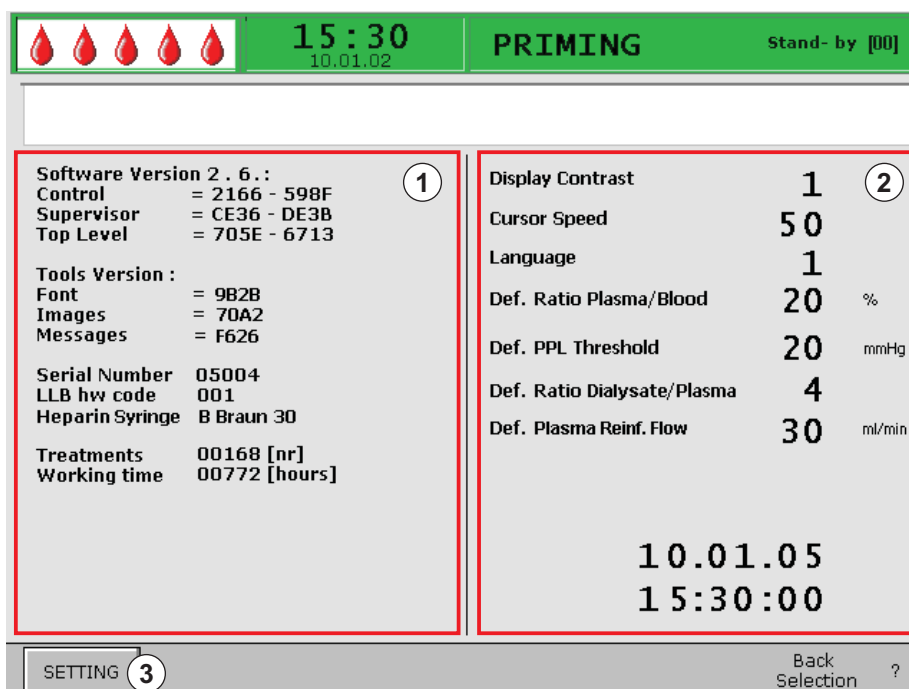

Рис. 4-4 Экран *Setting* (Настройки)
- ↪ Появляется экран *Setting* (Настройки, Рис. 4-4), демонстрирующий данные аппарата с левой стороны (①), а установки параметров, используемые по умолчанию, с правой стороны (②).